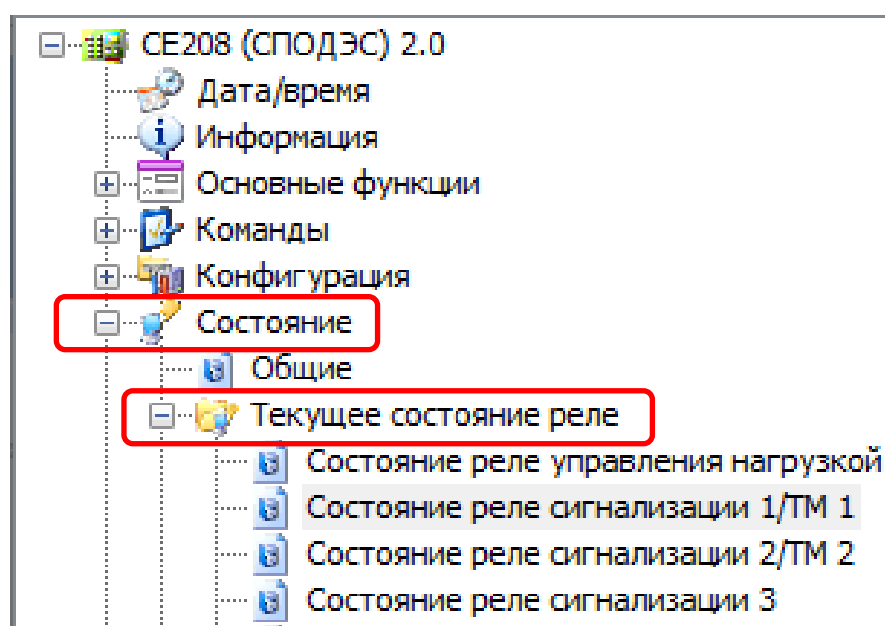

Рисунок 138 – Вкладка «Состояние→Текущее состояние реле»
6.8.4.1 Для всех реле предусмотрен параметр «Текущее состояние реле», доступный для чтения по интерфейсу в *ТПО AdminTools* в разделе «Состояние» → «Текущее состояние реле», (см. рисунок 138) и отображаемый в специальном окне на ЖКИ.